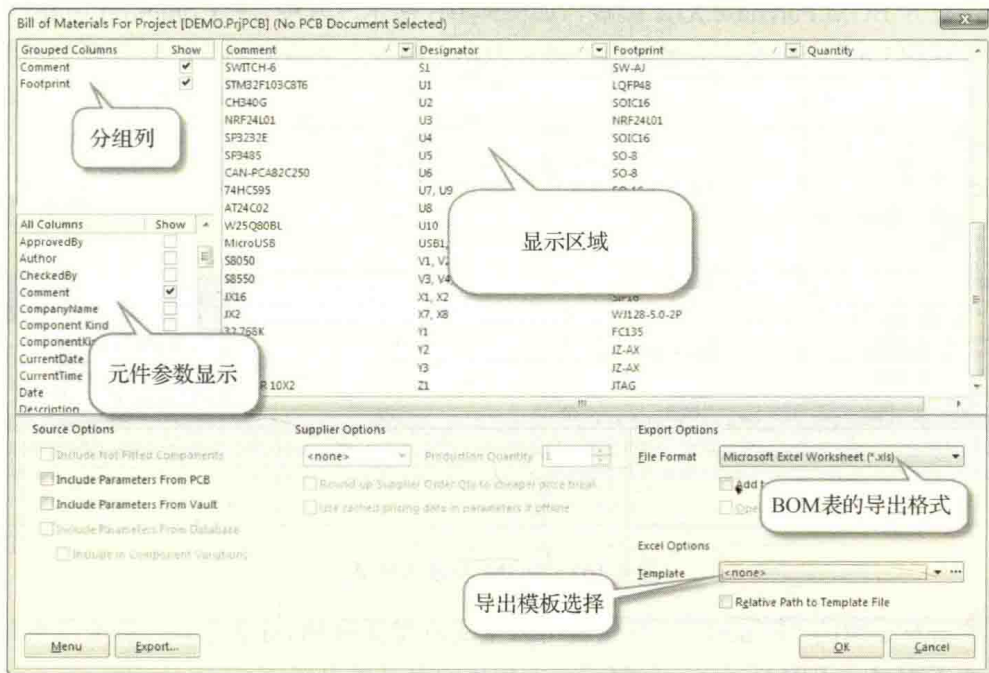

图 4-100 BOM 表参数设置
(1) 执行菜单命令“Reports-Bill of Materials”（快捷键“RI”），进入 BOM 表参数设置界面，如图 4-100 所示。